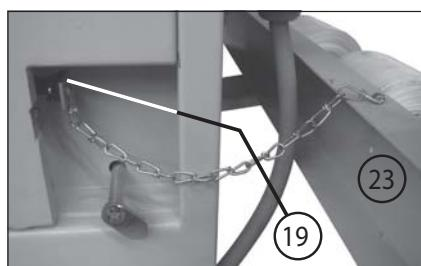

Abb. 3
- Das Kettenende der dem Verdichter beigelegten Endschalerverriegelung (19) am Zwischenblech (23) des Shredder-Untergestelles in den dafür vorgesehenen Bohrungen befestigen (Abb. 3).
- Den Betätigter (Spezialschlüssel) der Endschalter verriegelung (19) in den End-schalter am Verdichter einstecken (Abb. 3).